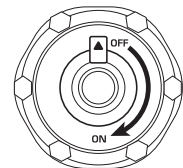

Fig. 3
7. Après l'arrêt, laissez refroidir le générateur et fermer l'évent sur le bouchon du réservoir de carburant (position OFF, fig. 3).